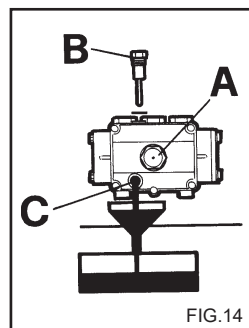

FIG. 14
2) De tap met de oliepeilstaaf losschroeven (Fig. 14)